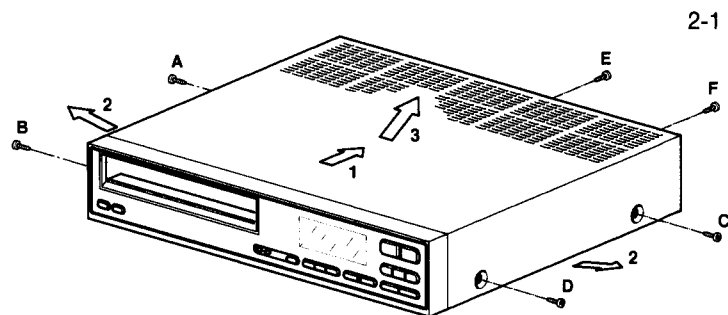

Fig. 2-1
- Die Schrauben A, B, C, D, E und F herausschrauben (siehe Bild 2-1).